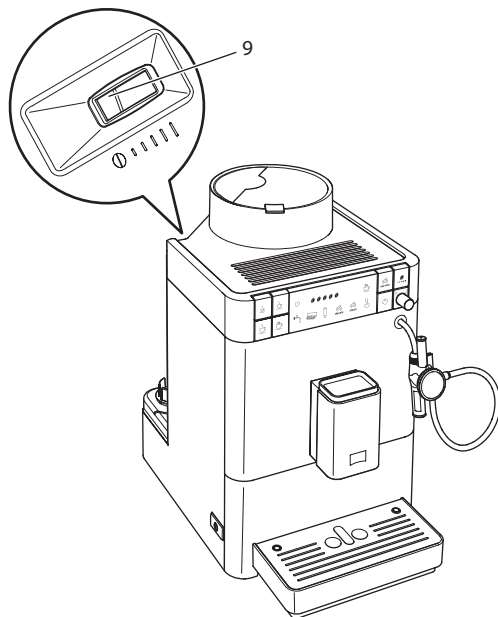

Рис. 13: Рычаг настройки тонкости помола
- » В корпусе становится виден рычаг "Регулировка тонкости помола" (9).
2. Переместите рычаг влево или вправо, как показано на Рис. 13.